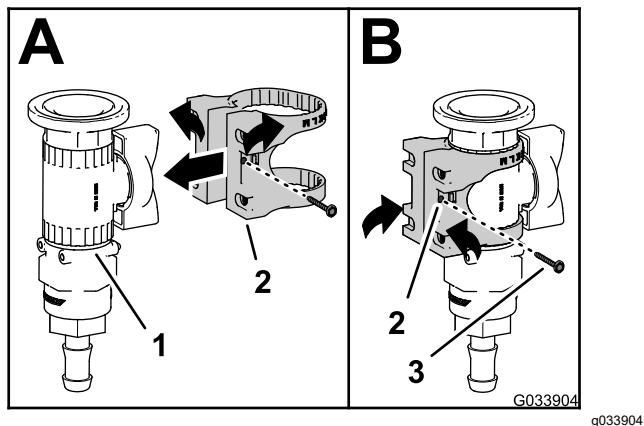

Figure 27
1. Assemblez le support de vanne sur la vanne de commande, comme montré à la Figure 27.
2. Fixez le support de montage sur la vanne de commande à l'aide d'une vis à embase, puis serrez la vis à la main (B de Figure 27).